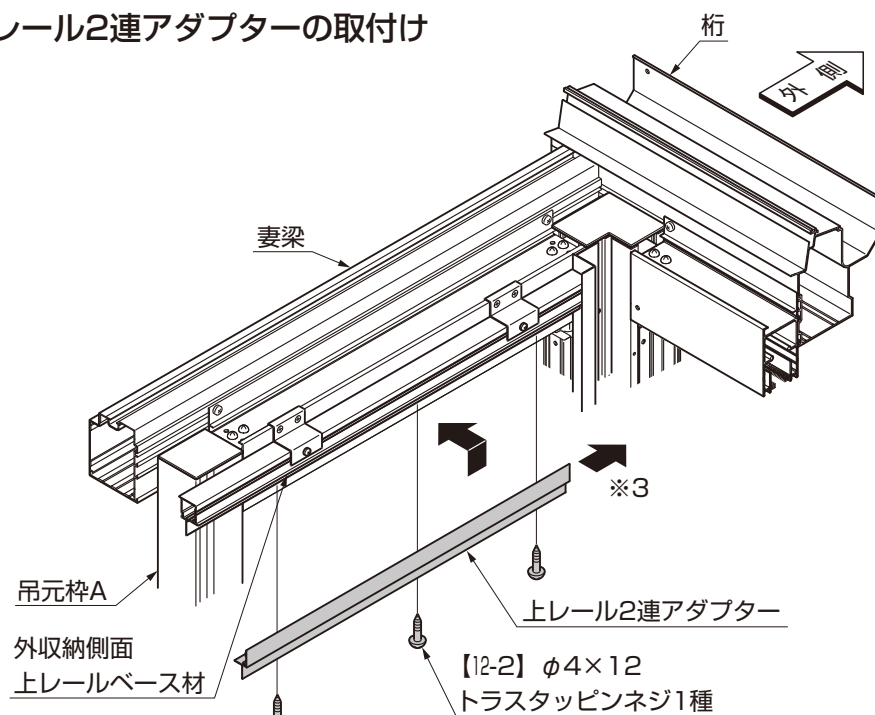

図1-12
①上レール2連アダプターを外収納側面上レールベース材に【12-2】で取付けてください。(図1-12参照)
- 縦枠部の「のみ込み部」をさけるようにしてはめ込み、取付けた基本縦枠側にスライドしながら位置決めしてください。(※3)(図1-12参照)